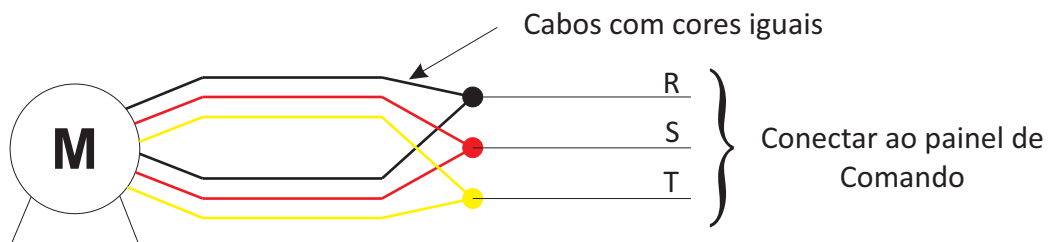

Figura 4.5.2: Motor com dois cabos (Tensão Fixa)
4.5.2 - Para as tensões 220V, 380V, 440V ou 660V: Quando o motor possuir dois cabos “PP” chatos tripolares ou seis cabos unipolares (e não for de dupla tensão), unir simplesmente os cabos de mesma coloração e emendar os cabos do motor com os cabos da instalação, conforme figura 4.5.2.